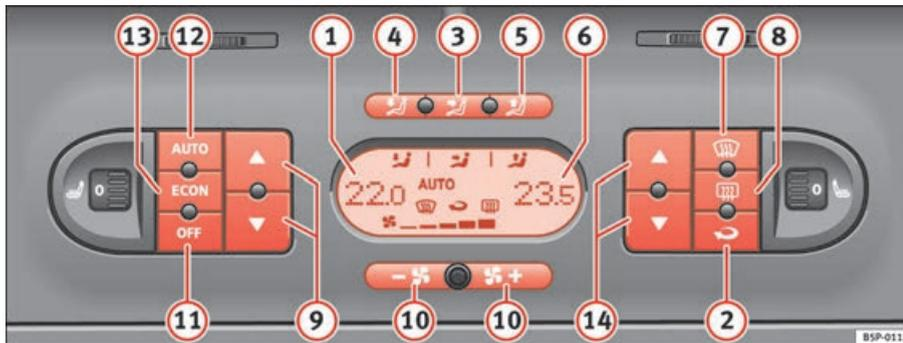

Abb. 132 In der Instrumententafel: Bedienelemente 2C-Climatronic
- Drücken Sie die Tasten der Temperaturregulierung ⇒ Seite 163, Abb. 132 9 oder 14 zur Einstellung der Temperatur auf der linken bzw. rechten Seite.
- Drücken Sie die Taste  ⇒ Seite 163, Abb. 132. Am Display erscheint die Anzeige „AUTO“.